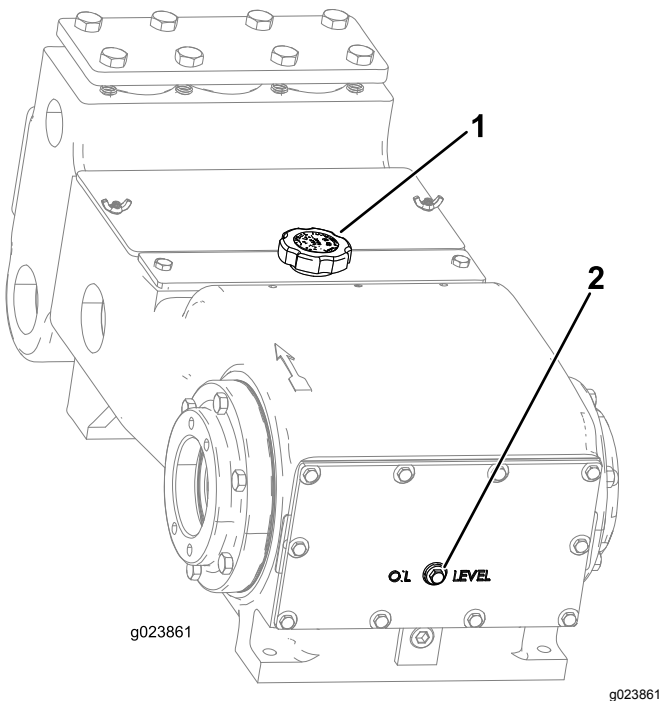
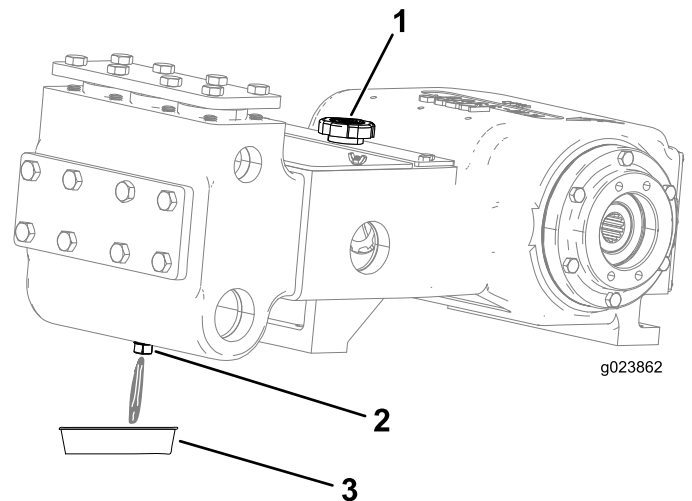

Figura 124
Figura 125
2. Retire el tapón de nivel de aceite del cárter (Figura 124).
3. Asegúrese de que el nivel de aceite llega a la línea de llenado de aceite (Figura 124).
4. Retire el tapón de vaciado y coloque un recipiente debajo del orificio del tapón de vaciado (Figura 125).
6. Deje que se drene el aceite del tapón de vaciado en el recipiente (Figura 125).
8. Retire el tapón de llenado de aceite (Figura 125) y añada aproximadamente 1.8 litros (1.9 cuartos de galón US) de aceite, o hasta que el aceite llegue al nivel del tapón de nivel de aceite, según se muestra en Figura 124.